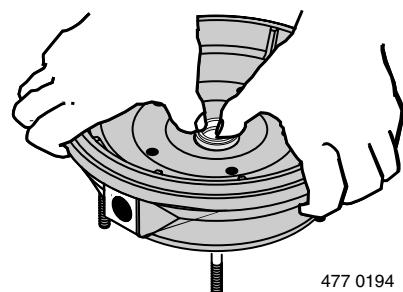

Figure 24 – Pousser le joint neuf en place.
3. Poser une rondelle en carton propre sur le joint. Avec la pression des pouces, pousser fermement et d'équerre la moitié du joint en céramique dans sa cavité (Figure 24). La face polie du siège en céramique doit être orientée vers le haut. Si le joint ne repose pas adéquatement, le déposer, et le poser sur un établi en orientant sa **face vers le haut**. Nettoyer la cavité de nouveau. Le joint doit maintenant reposer adéquatement.